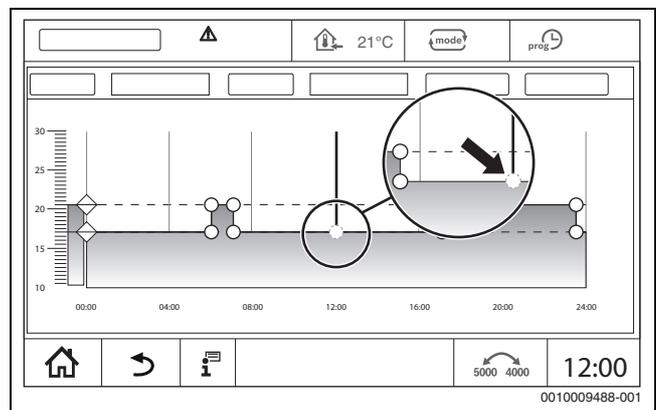

Fig. 26 Inserimento del punto di commutazione
- ▶ toccare il punto di commutazione (→ fig. 26, pag. 22) e trascinarlo sulla linea della temperatura del funzionamento in attenuazione.